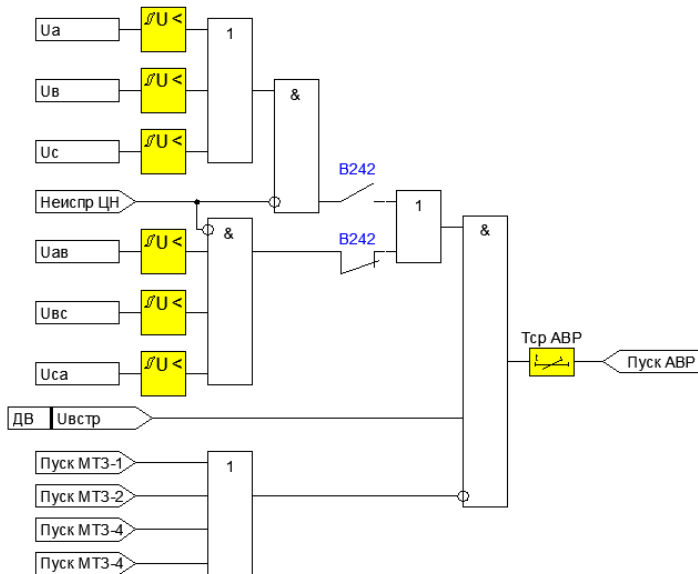

Рисунок 4.2.2 – Функциональная схема формирования сигнала пуска АВР
- «**Пуск АВР**» – является выходным сигналом пускового органа напряжения АВР, который формируется при снижении линейных (фазных) напряжений ниже заданной уставки и блокируется при неисправностях в цепях напряжения, срабатывании пусковых органов МТЗ и отсутствии напряжения на соседней секции шин (Рисунок 4.2.2);